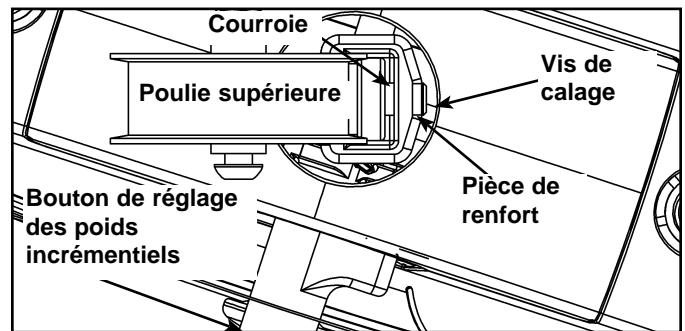

Figure 7
- C. Vérifiez si la pince de la courroie située sur le poids supérieur est correctement alignée avec la poulie supérieure. **REMARQUE :** La courroie doit s'acheminer tout droit de la poulie à la pince. Reportez-vous à la figure 7. **REMARQUE :** La figure 7 montre la vue en plan, du dessus de la poulie supérieure à la plaque supérieure. Faites glisser la courroie par la fente de la pince de courroie.